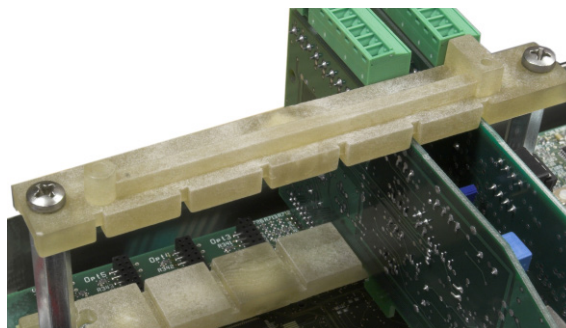

Figure 3-47 : Guide supérieur de la carte
7. Enlevez les deux vis fixant le guide supérieur de la carte (voir la Figure 3-47) et soulevez le guide de ses supports.
1. Desserrez et enlevez les vis retenant le guide supérieur de la carte (Figure 3-47)
5. Remplacez le guide supérieur de la carte, en prenant soin de placer le bord supérieur de la ou des cartes d'options dans leur logement dans le guide supérieur (voir la Figure 3-47).